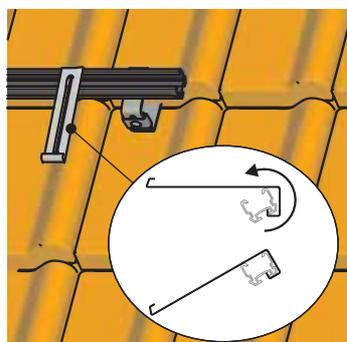
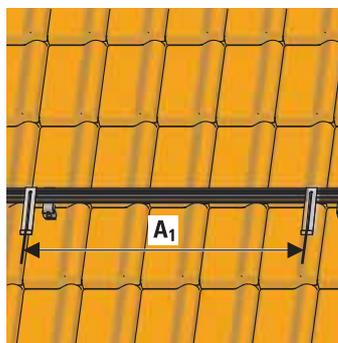

Figura 3-17 Montare il gancio di fissaggio per collettori
Figura 3-18 Posizionare il gancio di fissaggio per collettori
1. Attaccare i ganci di sicurezza del collettore verticalmente alla superficie di posa del collettore, alla distanza dovuta a seconda del tipo di collettore, nella scanalatura guida del profilo di montaggio inferiore e rovesciare verso il basso. Dopo aver agganciato i ganci, è possibile spostarli lateralmente (vedere Figura 3-17 e Figura 3-18).